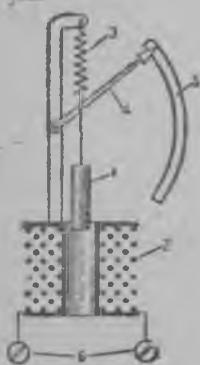
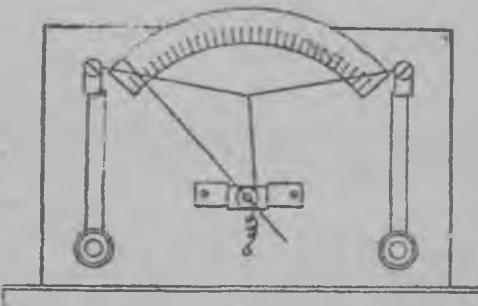

Рис. 52. Амперметран уст-
Рис. 53. Тепловойн амперметран схема.
42. Амперметра. Ёга керда определяя токкан сила, катодал ке-рәудунүй хобиэн мугах он неудобно и энämмис случайлоис, күй токка мууттелех, эй вой определиэ. Токкан силан миäриäмизекси применяяях специальнойда приборуа — амперметруа. Эрäхис амперметроис катушках, кудамуа мүб маткуау токка ведäудүү рауда сердечникка (рис. 52). Мидä сүвембäх ведäудүү раудане сердечникка, сидä энämмän киäндүү сен ке сивотту стрелка. Тойзис системойс хиэноне проволокка, кудама он кахтен столбикан кескес, ламбиэу токал. Ламмитес проволокка питкенбүү, минтäх кийнитеттү амперметран стрелка лийккуу (рис. 53). Техникас применяяях амперметроин эрилайзия устройствой. Эниммис случайлоис амперметроис улгуода эй näу күй стрелка и шкала. Шкала озуттау амперат и сен долят. Схемойс амперметра изображайях знакал — (Ⓐ). Амперметран лидäү учитывайя кай цеппиэ мүбите маткуая токка, и се включитах цептиих сих луадух, чтобы цепин кай токка маткуас сен ләби (рис. 54).